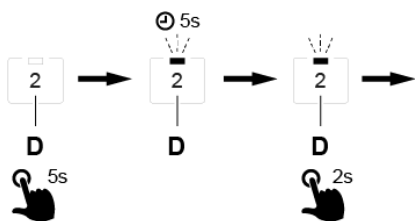

Fig.12
- För att programmera om funktionsläget till variant 2, håll in knapp D i fem sekunder. Se Fig.12. Släpp knappen när dioden börjar blinka.